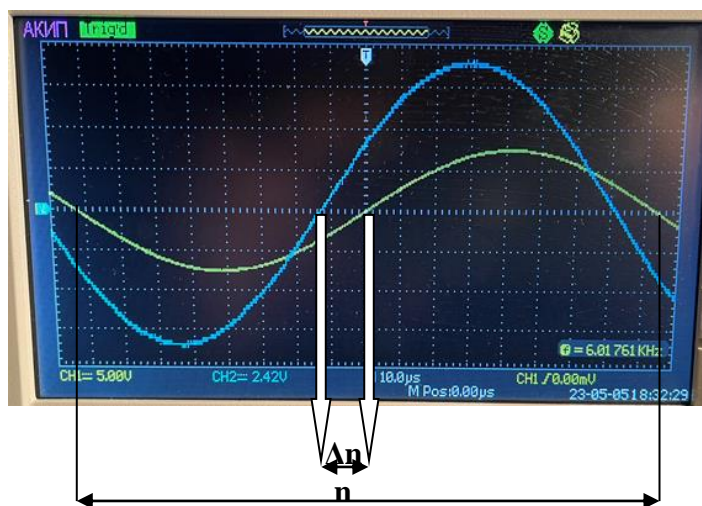

Рис. 11
1. Подключите генератор к плате – длинный конец кабеля к клемме (6), короткий к клемме (2).
2. Тумблером (1) подключите генератор к сети ~ 220 В. После включения загорится контрольная лампа (2).
3. Кнопкой (1) установите вольтметр в режим измерения переменного напряжения - $V\sim$. Подключите вольтметр к тем же гнездам (2), (6) – провод «**Общий**» к гнезду (6).
4. Регулятором (7) генератора, установите в цепи напряжение ~ 6 В.
5. Подключите 1-й канал осциллографа к сопротивлению R – короткий конец кабеля подсоедините к гнезду (3), длинный – к гнезду (6).
6. Подключите 2-й канал осциллографа к гнездам (2), (6) – длинный конец кабеля к гнезду (6).
7. Убедитесь, что на выходе генератора установлена частота **6000 Гц**. На экране осциллографа, справа внизу, высвечивается частота, на которой работает генератор. При необходимости откорректируйте ее переключателями (3) и регулятором (8).
8. Регуляторами (9), (14) добейтесь появления на экране изображения, представленного на рис. 11.